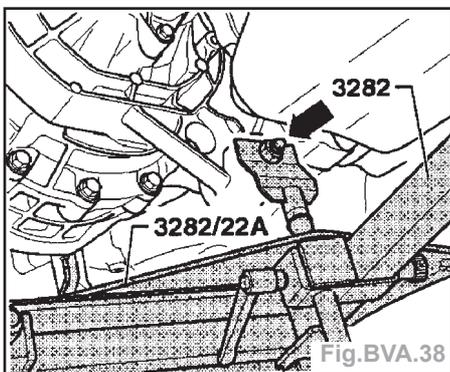

Fig. BVA.38
- Après la dépose de la tôle de recouvrement du convertisseur, visser l'élément-support (C) sur le carter du convertisseur.
- Positionner l'élevateur de boîte avec le support de BV 3282 sous la boîte de vitesses et mettre celle-ci en appui (Fig. BVA.38).
- Positionner l'élévateur de boîte avec le support de **BV 3282** sous la boîte de vitesses et mettre celle-ci en appui (Fig.BVA.38).